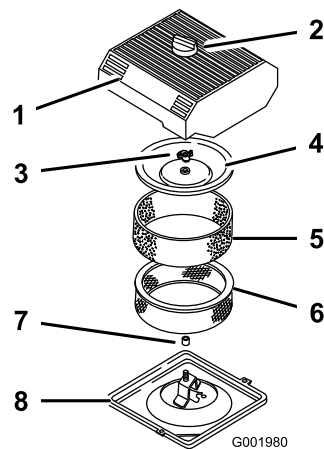

Figura 39
3. Pulite intorno al filtro dell'aria per evitare che la morchia possa penetrare nel motore provocando gravi danni (Figura 39).
4. Svitare la manopola sul coperchio del filtro dell'aria e togliete il coperchio (Figura 39).
5. Togliete con cautela l'elemento in schiuma sintetica dall'elemento di carta (Figura 39).
6. Svitare il dado del coperchio e togliete sia il coperchio che l'elemento di carta (Figura 39).
1. Infilate con cautela l'elemento in schiuma sintetica sopra l'elemento di carta del filtro dell'aria (Figura 39).
3. Avvitare a fondo, manualmente, il dado contro il coperchio (Figura 39).
4. Montate il coperchio del filtro dell'aria e la manopola (Figura 39).